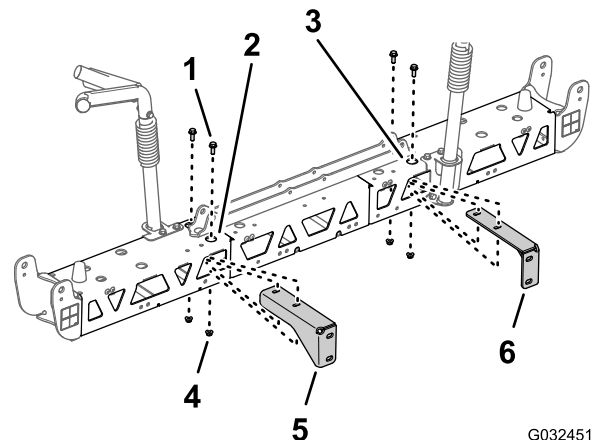

Figura 54
2. Alinee los orificios del soporte derecho con los orificios del perfil derecho, según se muestra en Figura 54.
3. Monte el soporte derecho en el perfil derecho del travesaño (Figura 54) con los 2 pernos con arandela prensada (3/8" x 1") y las 2 contratuercas con arandela prensada (3/8") que
- Repita los pasos 2 y 3 con el soporte izquierdo en el perfil izquierdo del travesaño (Figura 54).